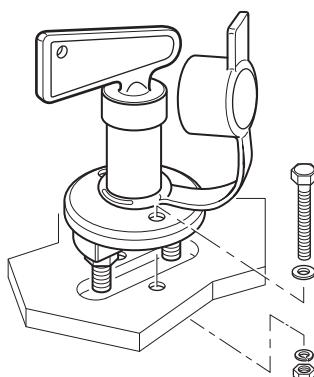

Afb. 43
- Kies een geschikte inbouwmogelijkheid voor de accuscheidingschakelaar (zie inbouwvoorbeelden (Afb. 43) (Afb. 44)).